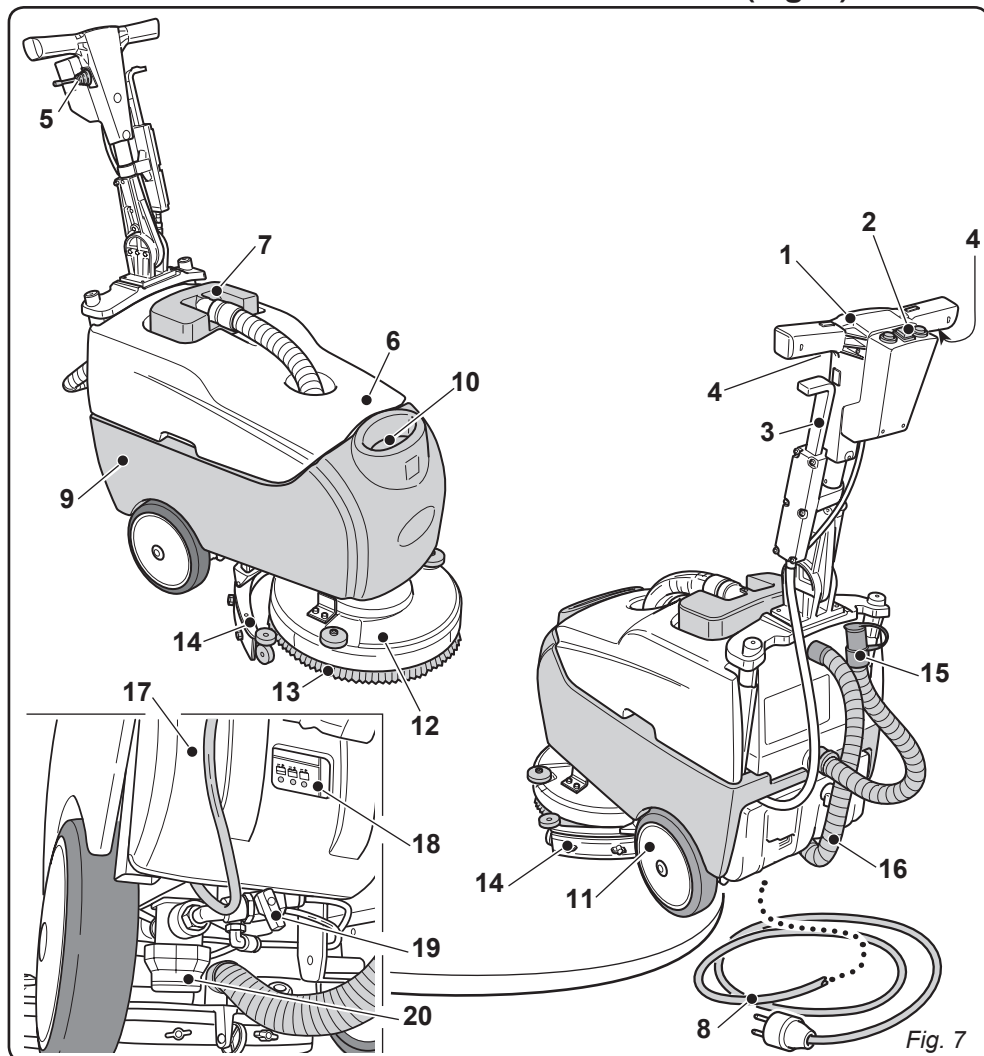

Fig. 7
5.1 CONHECIMENTO DA MÁQUINA (Fig. 7)